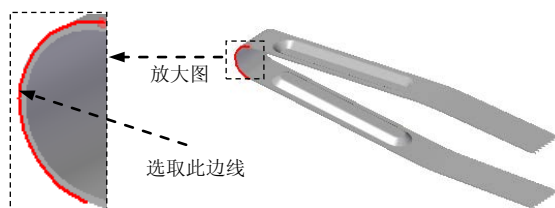

图 6.9.47 选取曲线
- (1) 选取要镜像的特征。选取 Step6 和 Step7 所创建的特征为镜像源。
- (2) 选择命令。单击“主页”功能选项卡“阵列”工具栏中的  镜像 按钮。
- (3) 定义镜像平面。在命令条“创建起源”选项下拉列表中选择  垂直于曲线的平面 选项；选取图 6.9.47 所示的曲线，在命令条 位置: 文本框中输入值 0.5，并按 Enter 键。
- (4) 单击  完成 按钮，完成特征的创建。